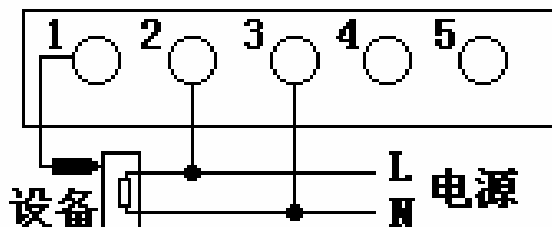

图 3 8780 测试大功率设备的使用方法
6. 当被测试设备的工作电流较大时（大于 5A 以上），建议采用图 3 的测试接线图。